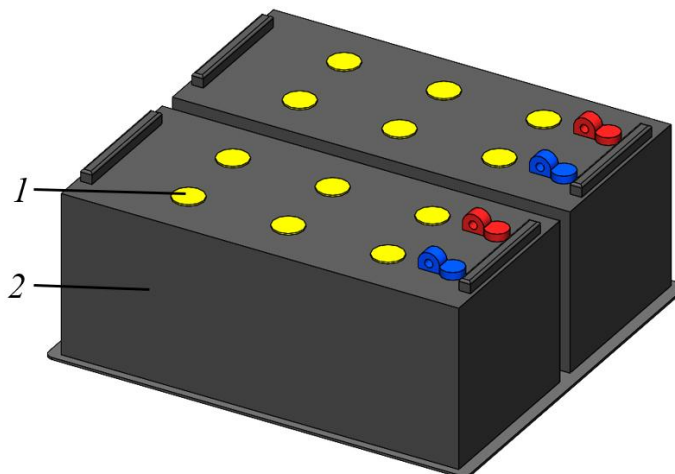

Рисунок 5.46. Аккумуляторные батареи
- ▶ Открыть пробки наливных горловин во всех отсеках (для открытия вращать пробку против часовой стрелки) аккумуляторной батареи, рис. 5.46.